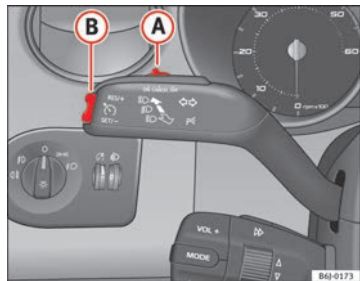

Fig. 115 Alavanca das luzes indicadoras de mudança de direcção e dos máximos: comando e botão basculante para o regulador de velocidade
- quando se pressiona a alavanca (A) em direcção a **OFF** sem que chegue a encaixar.
Para retomar a regulação, solte o pedal do travão ou da embraiagem ou reduza a velocidade do veículo para menos de 180 km/h e pressione uma vez a parte superior do botão basculante **RES** → Fig. 115 (B).